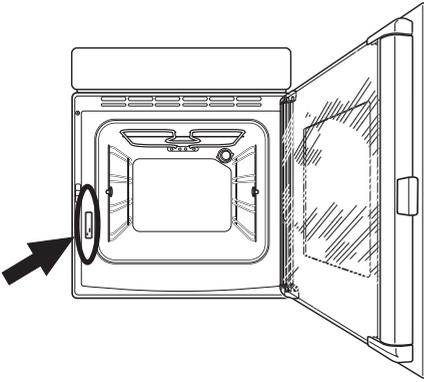

Afb. 8
2. Bevestig de oven aan het meubel door de vier afstandhouders te plaatsen (afb. 8 - A), die precies in de daarvoor bedoelde gaten van het frame passen en deze vervolgens met de vier meegeleverde houtschroeven (afb. 8 - B) te bevestigen.